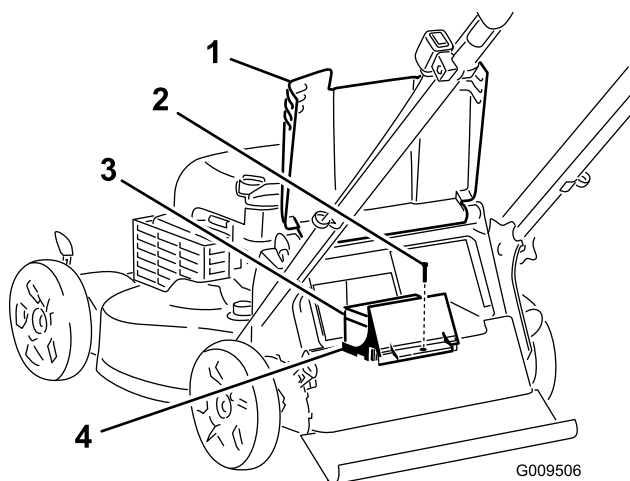

Figura 30
1. Erga o defletor traseiro e localize o compartimento da bateria (**Figura 30**).